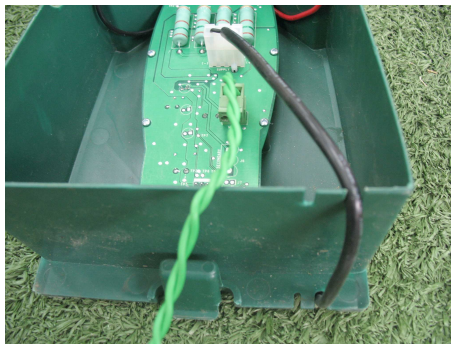

Bild 1.21 -
- Führen Sie das Stromkabel in die Haube der Ladestation, wie in Bild 1.21 gezeigt.